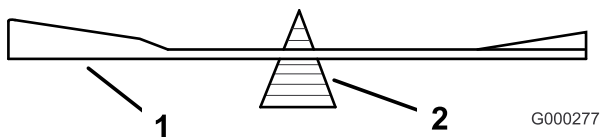
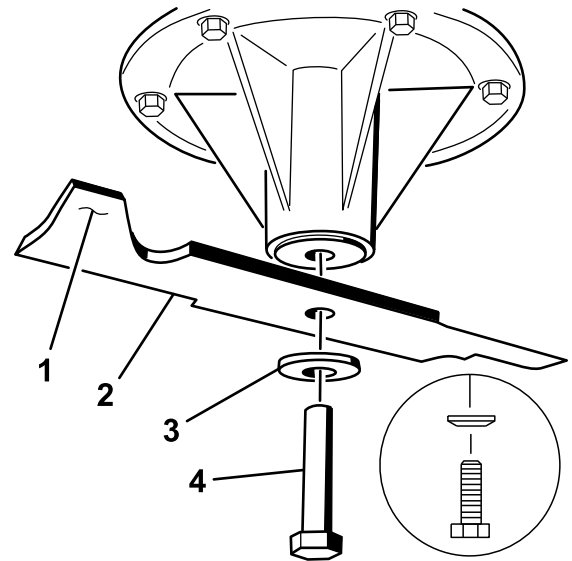

Bild 87
Bild 88
2. Entfernen Sie die Messerschraube, Wellenscheibe und das Messer von der Spindelwelle (Bild 88).
2. Überprüfen Sie die Auswuchtung des Schnittmessers auf einer Ausgleichsmaschine (Bild 87). Wenn das Schnittmesser in seiner horizontalen Position bleibt, ist es ausgewuchtet und kann wiederverwendet werden. Feilen Sie, wenn das Schnittmesser nicht ausgewuchtet ist, vom Flügelbereich des Messers etwas Metall ab (Bild 88). Wiederholen Sie diesen Vorgang, bis das Messer ausgewuchtet ist.
1. Setzen Sie das Messer auf die Spindelwelle (Bild 88).
2. Setzen Sie die Wellenscheibe und die Messerschraube ein. Der Konus der Wellenscheibe muss in Richtung Schraubenkopf zeigen (Bild 88). Ziehen Sie die Messerschraube mit 115-149 Nm an.